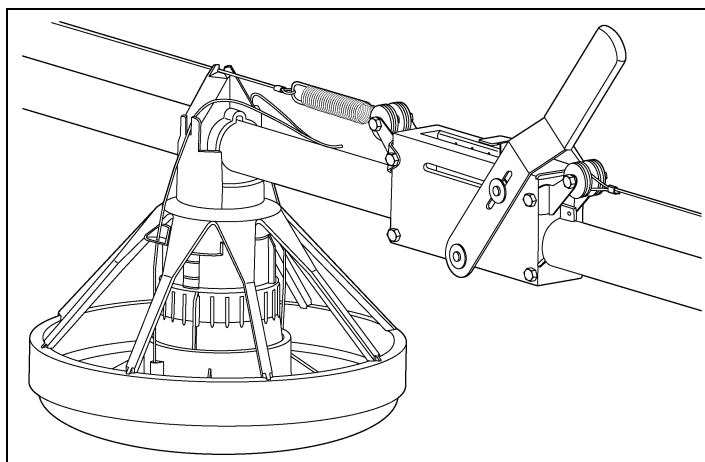

Рисунок 4AQ
4. С каждого конца ворот предусматривает изоляторы для установки провода электрошокера. После выполнения П. 1 и Шаг 2 на стр. 32 подсоедините натяжную пружину провода к изолятору ворота, как показано на Рисунок 4AQ. Потяните провод электрошокера с усилием, достаточным для растяжения пружины на 3/4" - 1" (19,1 мм - 25,4 мм). Закрепите провод электрошокера прилагающейся кабельной муфтой, как показано. Дважды оберните провод электрошокера вокруг другого изолятора и закрепите прилагающейся кабельной муфтой.